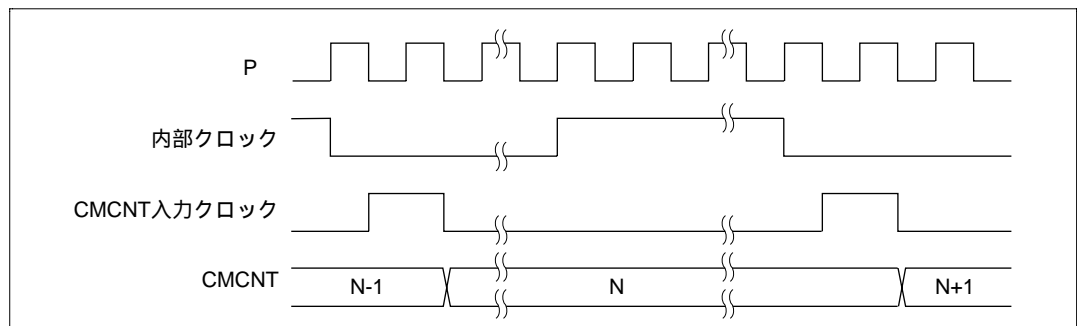

図 13.3 カウントタイミング
CMCSR の CKS1、CKS0 ビットにより、周辺クロック (P) を分周した 4 種類の内部クロック ($P/8$ 、 $P/32$ 、 $P/128$ 、 $P/512$) が選択できます。このときのタイミングを図 13.3 に示します。